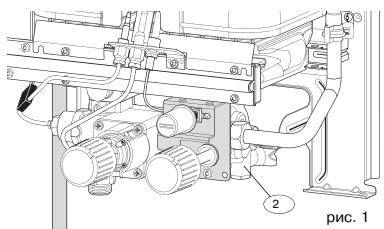

рис. 14
- Отверните пробку слива (24) (рис. 14).